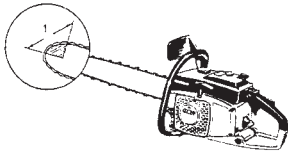

Fig. 15
**DANGER DE REBOND (Fig. 15)**